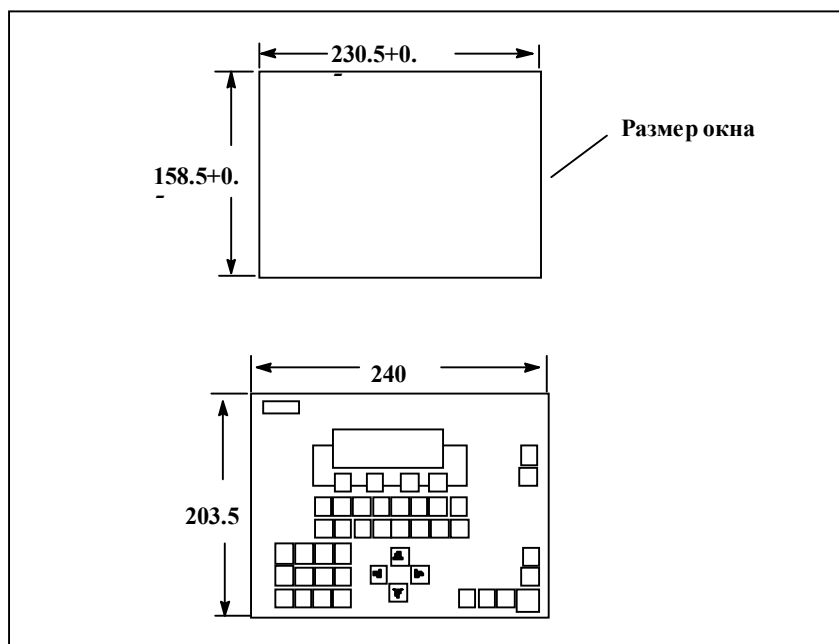

Рис. 2-5 Размеры окна установки (для всех вариантов прибора)
1. Сделать отверстие размером 230.5 x 158.5 mm (для всех вариантов прибора), см. Рис. 2-5.
4. Вставляют крепежные винты (1) в соответствующие отверстия в корпусе С7.
5. Закрепить С7, используя отвертку (2).